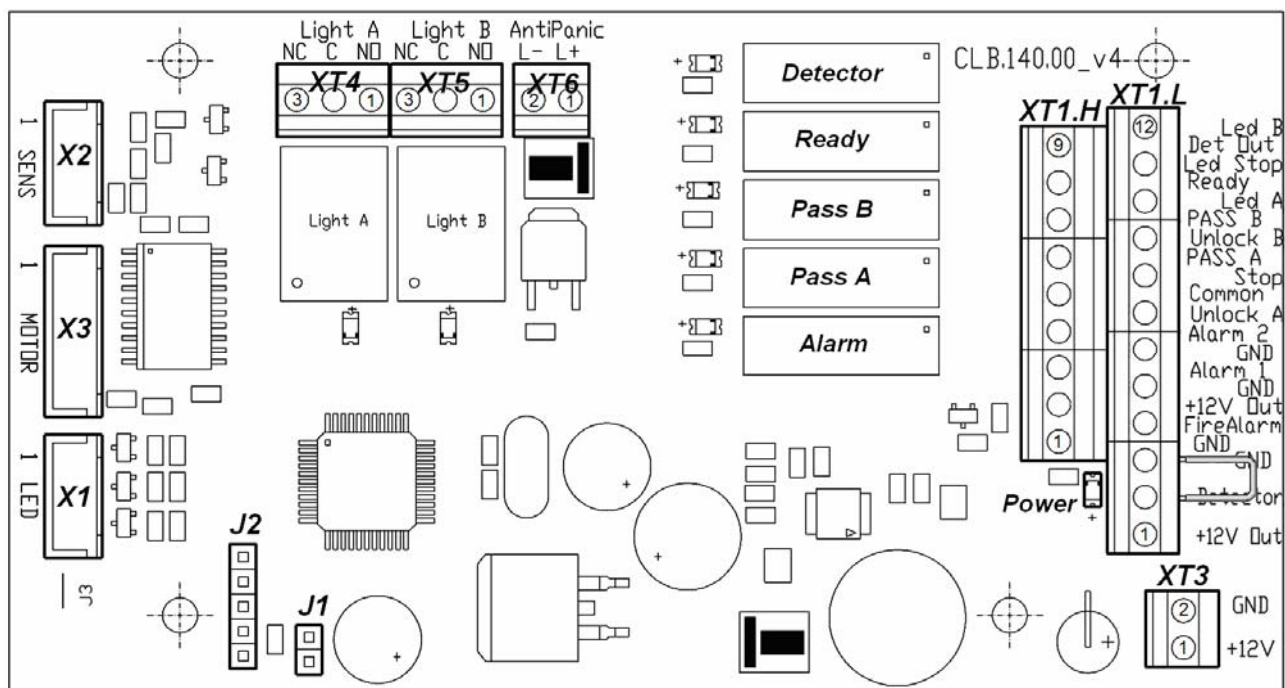

Рисунок 5. Внешний вид платы управления
ПДУ подключается к плате управления гибким многожильным кабелем (12) через клеммную колодку **XT1.L** (см. рис. 5 и 12).
Изменить ориентацию ПДУ относительно установки турникета (если по месту установки турникет обращен к оператору не лицевой, а тыльной стороной) можно, поменяв местами провода от ПДУ, подключаемые на контакты *Unlock A* и *Unlock B*, а также *Led A* и *Led B* соответственно (см. рис. 5 и 12).
Общий вид платы управления показан на рис. 5. На плате расположены:
Подключение указанных устройств производится с помощью кабеля (5) к соответствующим клеммным колодкам **XT1.L** и **XT1.H** платы управления в соответствии со схемой электрических соединений (см. рис. 5 и 12).
Обозначения установленных на плате управления клеммных колодок и назначение их контактов показаны на рис. 5.
Факт срабатывания/отпускания реле *PASS A*, *PASS B*, *Ready*, *Detector* и *Alarm* можно определить по загоранию/гашению красных индикаторов, которые установлены вблизи указанных реле (см. рис. 5).
Режим управления определяется наличием переключки на разъеме *J1* (расположение разъема *J1* показано на рис. 5 и на наклейке, расположенной на внутренней поверхности крышки с блоком индикации (2): переключка установлена – импульсный режим управления, переключка снята – потенциальный режим управления). При поставке переключка установлена.
Подключение ДКЗП производится к контактам, клеммной колодке **ХТ1.L**, а сирены клеммной колодки **ХТ1.H** платы управления согласно схеме электрических соединений (см. рис. 5 и 12). ДКЗП должен иметь нормально-замкнутые контакты.
На контакты *Det Out* и *Common* клеммной колодки **XT1.H** платы управления (рис. 5) всегда транслируется сигнал о текущем состоянии ДКЗП.
Подключение устройства, подающего команду аварийного открытия прохода, производится к клеммной колодке **XT1.L** платы управления согласно схеме электрических соединений (см. рис. 5 и 12). Если вход *Fire Alarm* не используется, то необходимо установить перемычку между контактами *Fire Alarm* и *GND*. При поставке данная перемычка установлена.